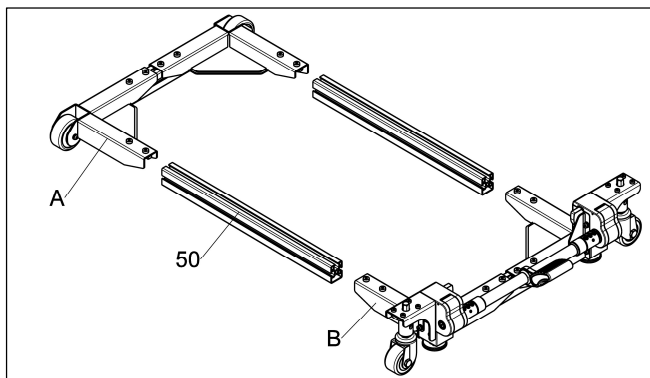

图 8
d.将长侧轨“50”两端分别插入后角架组件“A”与前角架组件“B”。(见图 8)